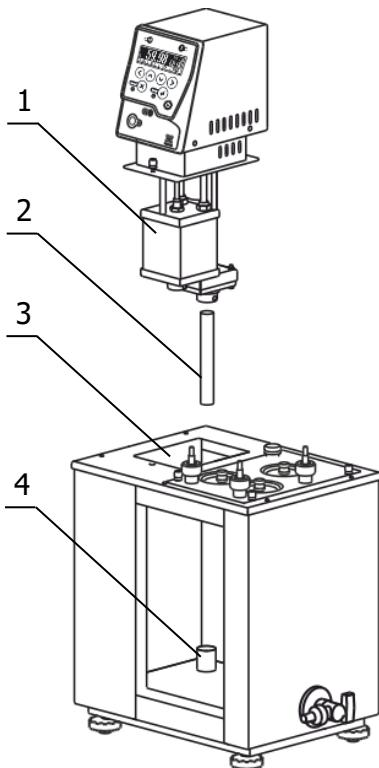

Рисунок 3 — Установка блока регулирования
2.2.3 Вставить входную трубку насоса 2 (рисунок 3) во входной патрубок блока регулирования на 15 мм и зафиксировать ее винтом.
Причина отсутствия перелива — неправильная работа насоса, вызванная воздушной пробкой, образовавшейся в резервуаре 1 (рисунок 3). Для ее устранения необходимо: